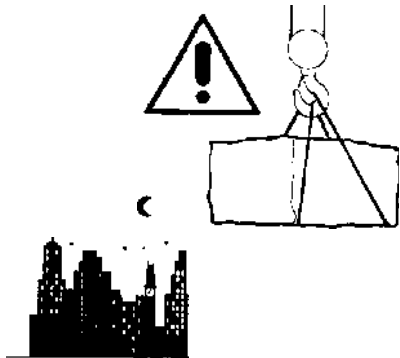

fig.118
1. Ustawić ładunek w odpowiednim miejscu. Nigdy nie pozostawiać ładunku zawieszonego (rys. 118).